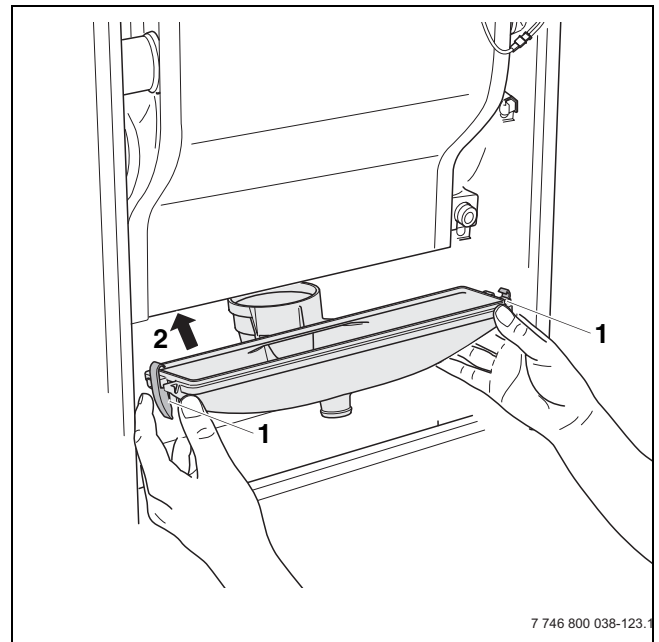

Fig. 75 Condensbak demonteren
- Open de 2 snelsluitingen links en rechts onder aan de condensbak (fig. 75, **pos. 1**).
- Controleer de afdichting van de condensbak (fig. 75, **pos. 2**), die onder in de wisselaar zit, op beschadiging en vervang deze indien noodzakelijk.